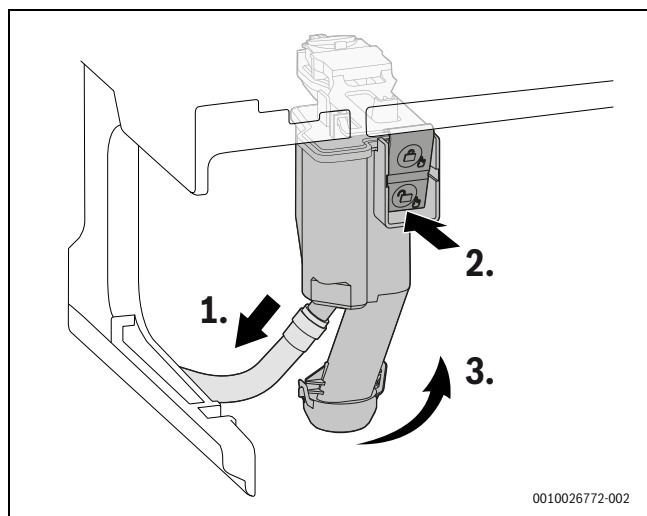

Fig. 144 Demontarea sifonului pentru condensat
- ▶ Scoateți sifonul pentru condensat din aparat (→ Fig. 144, pagina 74).